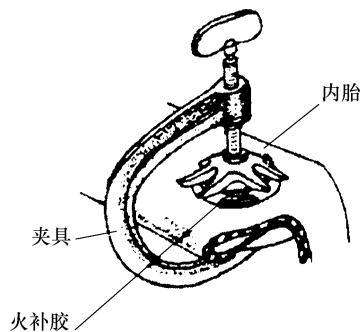

图 3-30 内胎的热补
1) 用火补胶修补（热补）。内胎穿孔和破裂的范围如不超过 20mm，可用火补胶修补。修补时，先将裂口处修圆并锉毛，然后把火补胶表面的保护层撕去，将其贴在裂口上，用火补夹夹紧，再把盒内硝纸的一角撬起点燃，热量即传给胶片使其硫化。待 10~15min 自行冷却后，将火补夹取下即可。如图 3-30 所示。
① 将破口处锉毛。如破口面积较大，应将其修圆，然后剪修锉毛一块与破口相适应的内胎皮填上。
② 在锉毛的破口处涂上生胶水。一般应涂两三次，但每次涂时，均应在上一次胶水风干后进行。
③ 待胶水风干后，剪一块面积比破口略大的生胶，贴在破口处。
④ 生胶的厚度以 2~3mm 为宜，过厚时，可在火上烘烤拉薄。加温至 140℃，保温 10~20min，使生胶硫化。加温的方法很多，最简单的是用铁板或旧活塞加热。用铁板加温的方法是：用一块 20~30mm 厚的铁板，加热至 140℃ 后放在生胶上，同样用千斤顶压紧；